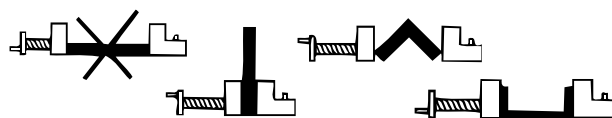

Figura 9
- Sujete el material correctamente con la prensa de tornillo y asegure que se encuentra centrado con relación a la cuchilla. (Figura 9)